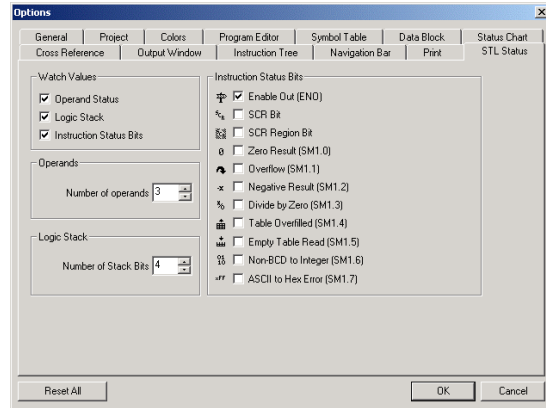

图8-3 显示STL状态的选项
STEP 7-Micro/WIN允许显示STL指令的各种参数的状态。选择工具 (Tools) > 选项 (Options) 菜单命令，然后选择“STL状态”标签。参见图8-3。